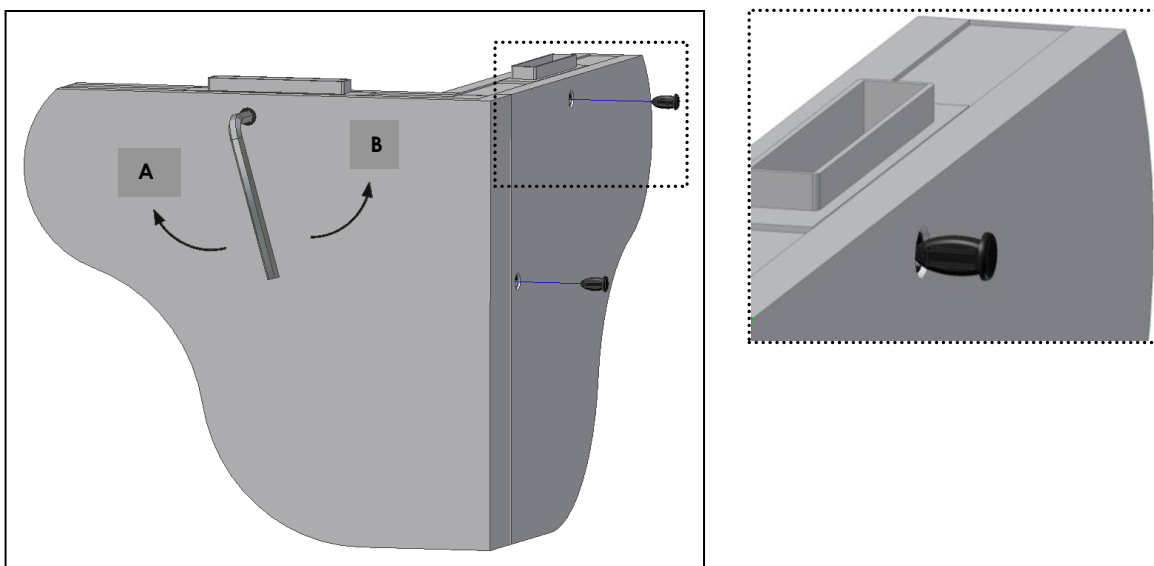

Fig. 10
- Girar la llave en el sentido de las agujas del reloj hasta apretar (Fig.10 – Posición **A**).
- Girar la llave en el sentido contrario a las agujas del reloj hasta apretar (Fig.10 – Posición **B**).
- Después de apretar, colocar los **tapones** en las perforaciones (Fig. 10).